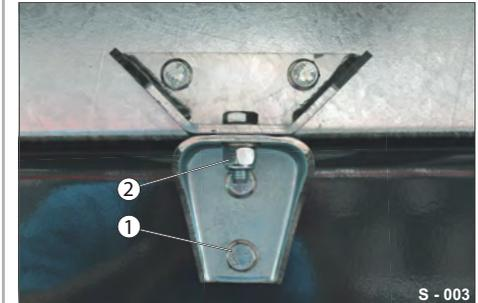

Abb. 3 Festigkeit / Ausführung
- ▶ Entnehmen Sie die Angaben den Schraubverbindungen selbst (Prägung 8.8 oder 10.9). Beispiel siehe (Abb. 3/1).
- ▶ Verwenden Sie selbstsichernde Müttern (Abb. 3/2) nur einmal - die Klemmwirkung des Kunststoffrings lässt bei erneuter Verwendung nach.